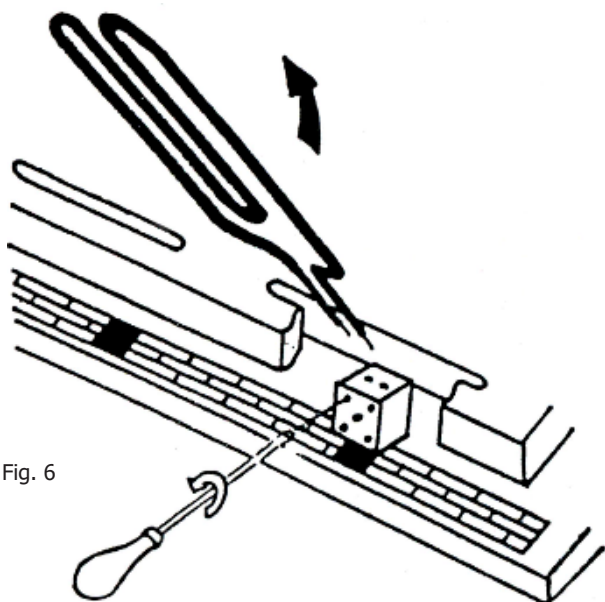

Fig. 6
- Remonter la résistance et disposer les deux rangées de briques sur l'avant. Fig 6
- Démonter une résistance, maintenue par ses deux bornes dans le domino de raccordement en partie basse. Fig 6